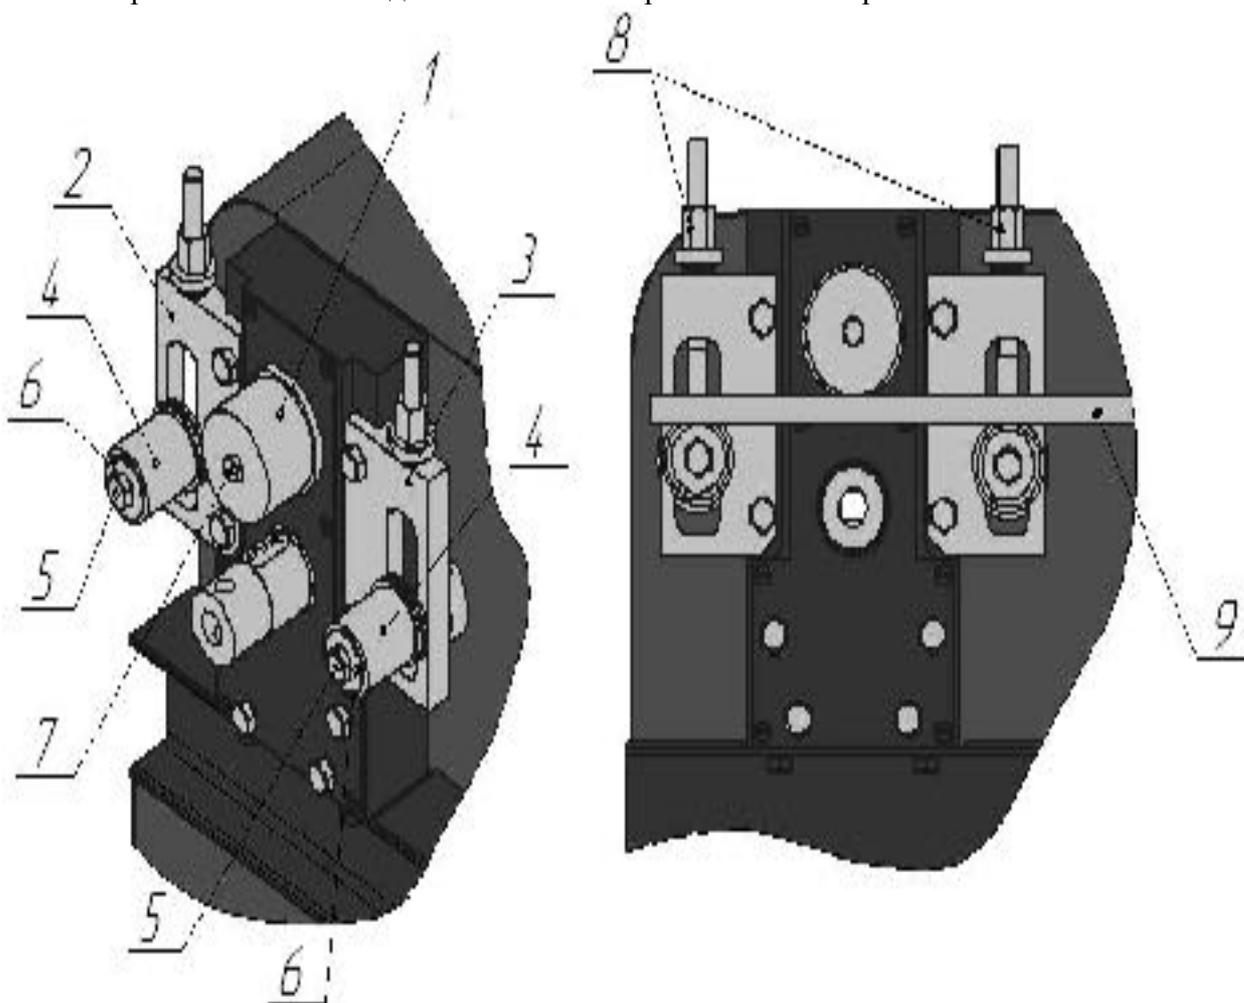

Рис.8 Монтаж дополнительных приспособлений для операции вальцевания.
2. Произвести монтаж дополнительных приспособлений рис.8.